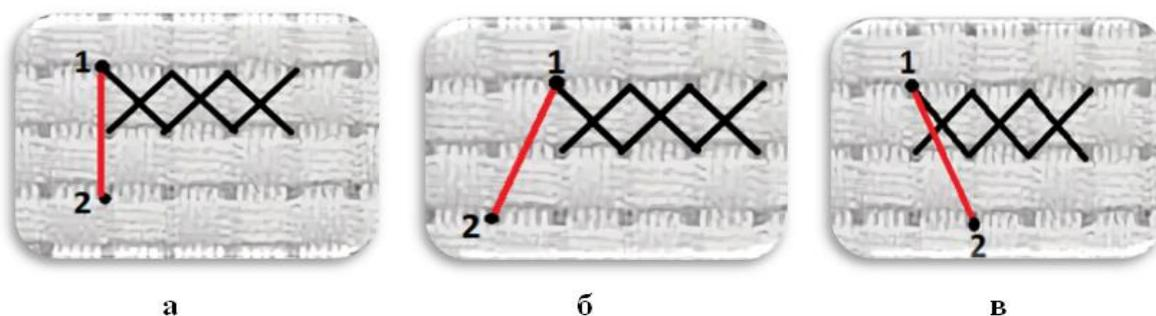

Рис. 1.5. Переход от первого горизонтального ряда ко второму:
2. Переход от первого горизонтального ряда ко второму аналогичному по длине (рис. 1.5, а) выполняют по вертикали вниз (красной
3. Переход к следующему ряду, смещенному на один стежок наружу (рис. 1.5, б) или внутрь (рис. 1.5, в), выполняют наискось влево или вправо вниз.